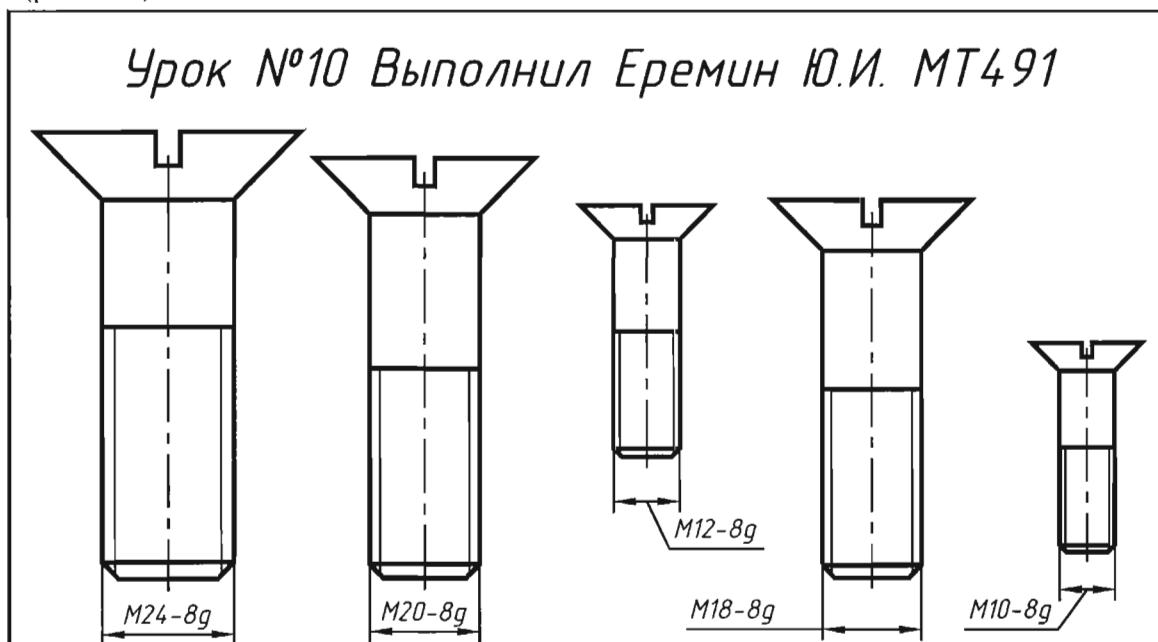

Рис. 11.1. Чертежи винтов
- 11.2.1. Начертить винты. Головки разместить на стержнях командой **ALIGN**. Проставить размеры резьбы (рис. 11.1).